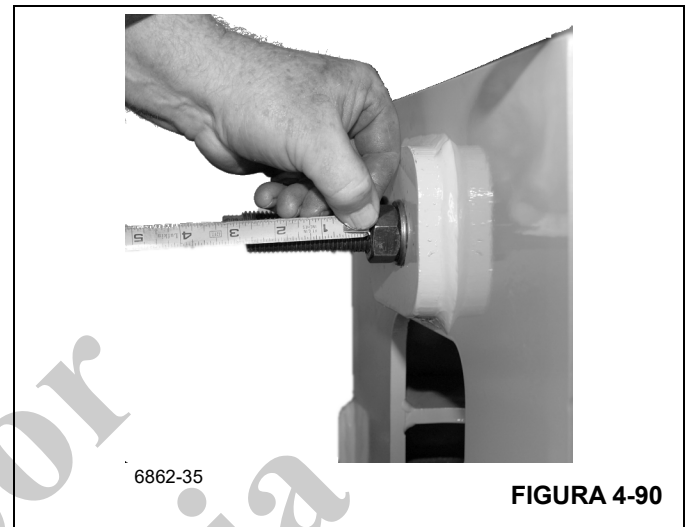

FIGURA 4-90
10. Ajuste el cable hasta que haya 76 mm (3 in) de roscas visibles más allá de la tuerca de ajuste (Figura 4-90).